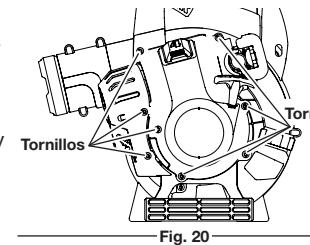

Fig. 20
3. Remueva los 8 tornillos de la tapa del motor con la herramienta adecuada (Fig. 20), y luego quite la tapa.
- NOTA:** Asegúrese de que los tornillos se vuelvan a colocar en los agujeros originales (Fig. 20).